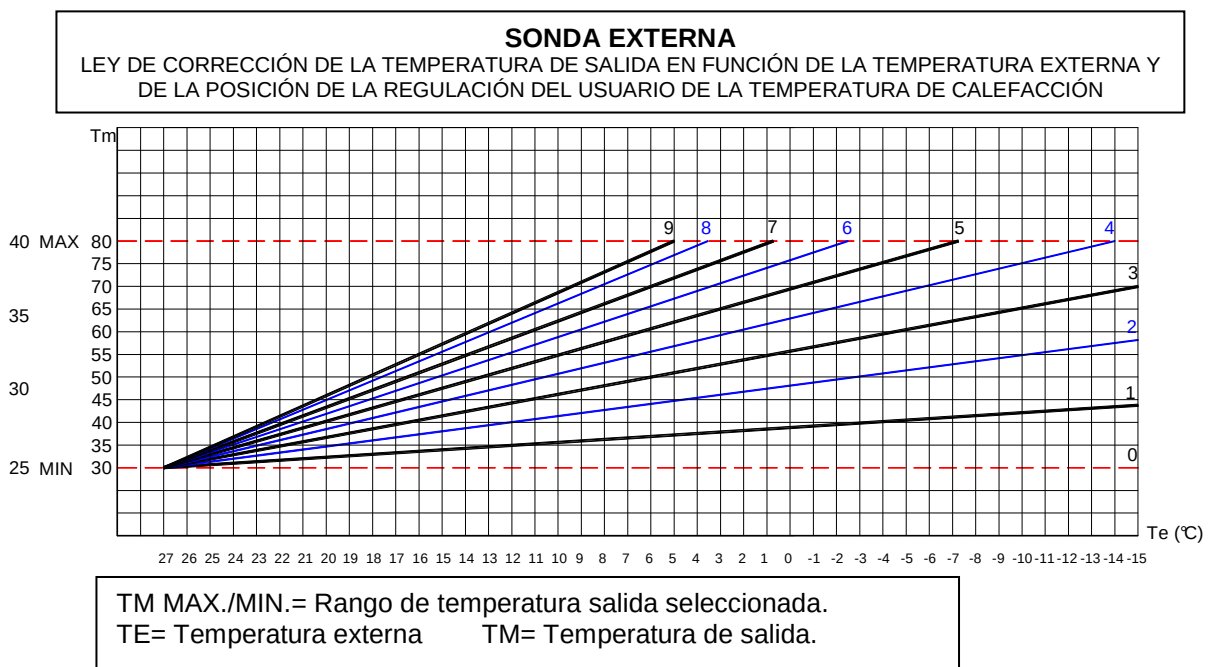
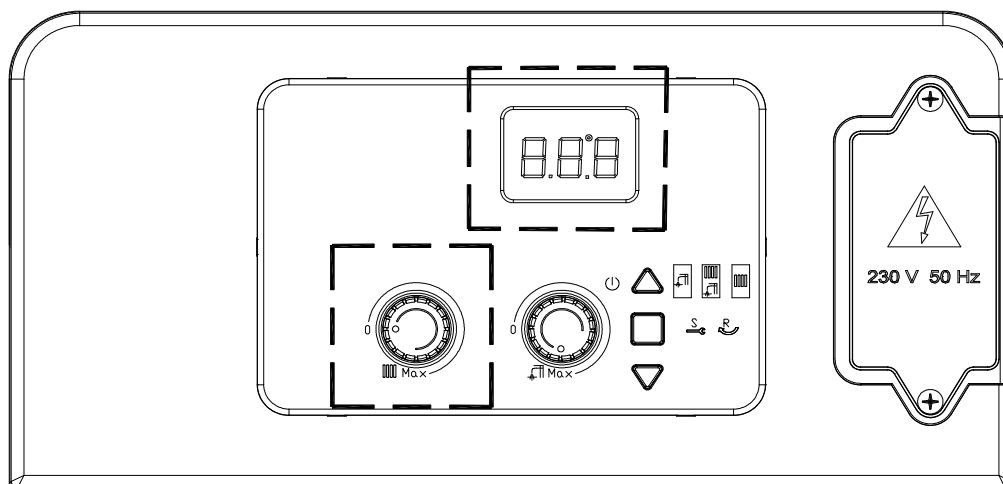

Fig. 1
Fig. 2
- Separar los dos estribos laterales de bloqueo (1) (fig. 2) y tirar del la parte superior del panel, girándolo hacía delante.
- Aflojar los cuatro tornillos (fig. 2) y quitar la tapa trasera del panel de control;
- Quitar la tapa de la caja de conexiones (A) (ver fig.1).
- Sonda exterior únicamente, la compensación climática se realiza utilizando el mando de regulación de la calefacción. Girando el mando (ver Fig. 2), aparece la numeración correspondiente a las curvas del gráfico de la Fig. 1.